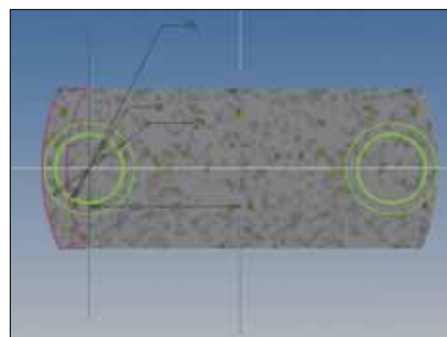

Рис. 20
27. В новом эскизе создать контуры (рис. 20).